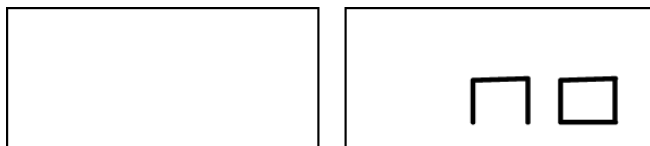

Рис. 6.2 Программа Скрытых Грузиков невозможна или для выбранной позиции не допускается
8. Если выбранный угол больше 120°, на станке отображается надпись, как на рис. 6.2, в течение одной секунды и будет издаваться трехкратный звуковой сигнал, это означает, что необходимо повторить процедуру в шаге 7 еще раз. Если угол меньше 120°, то станок немедленно выведет